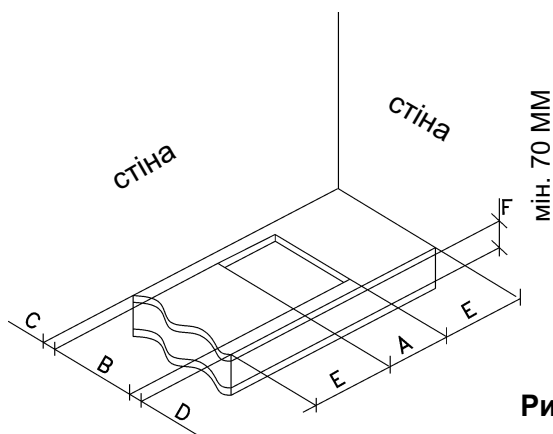

Рис. 7
Деталі пакування (картон, пластикові мішки, пінопласт тощо) не слід залишати в місцях доступних для дітей, оскільки вони являють собою потенційне джерело небезпеки. На поверхні робочого столу слід зробити прямокутний отвір для вбудовування варильної поверхні, розміри якого наведено на рис.7.
Попередньо слід перевірити відповідність мінімальних допусків між поверхнею, бічною та задньою стінками. Підвісні полиці або витяжки слід встановлювати на висоті щонайменше 650 мм від поверхні приладу (див. рис.7 і 8).
-щоб уникнути випадкового зіткнення з гарячою варильною панеллю в її нижній частині під час експлуатації, необхідно встановити дерев'яну полицю, прикручену болтами на мінімальній відстані 70 мм від верху (див. рис. 7).
- щоб уникнути випадкового зіткнення з гарячою варильною панеллю в її нижній частині під час експлуатації, необхідно встановити дерев'яну полицю, прикручену болтами на мінімальній відстані 70 мм від верху (див. рис. 7).